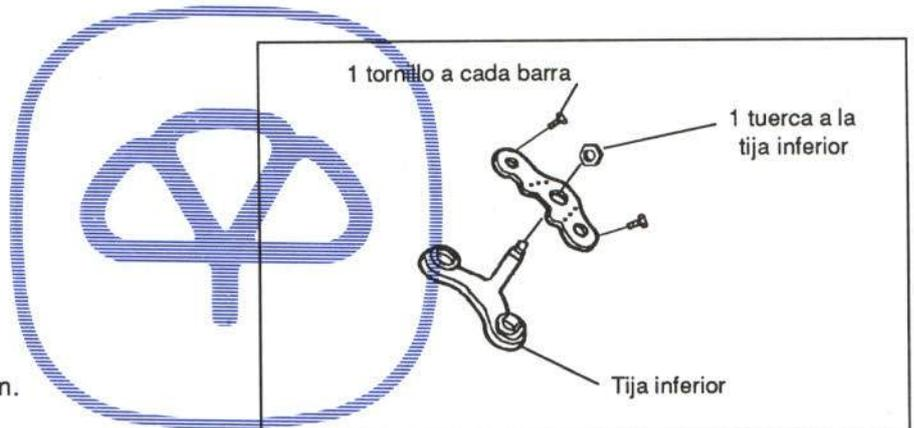

Figura 22.- Fijación de la tija superior
En la figura 22 se muestra su fijación.
- Tija superior (figura 22)